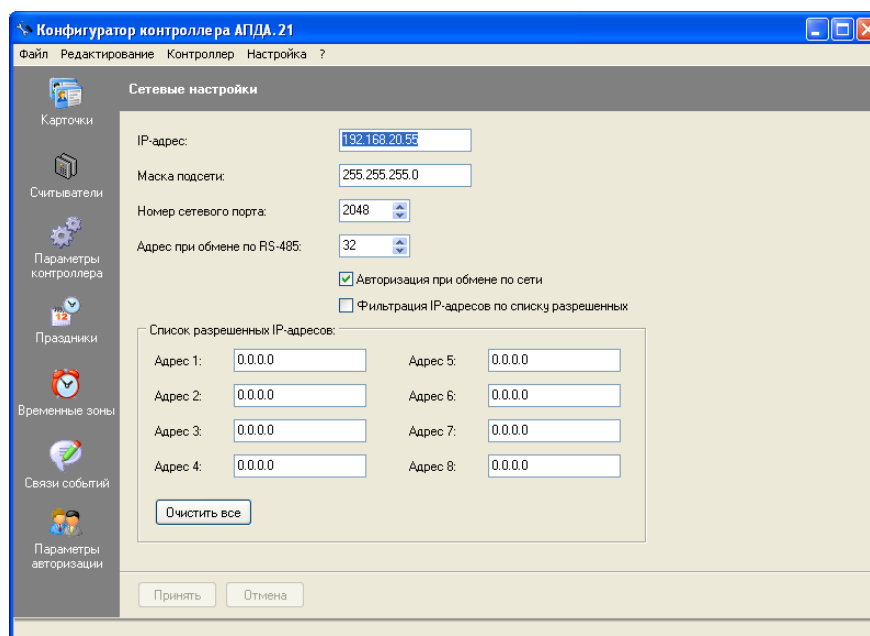

Рисунок 267
- 10) Выберите пункт меню "Редактирование/Сетевые настройки". В рабочем окне программы отобразится окно "Сетевые настройки" (см. Рисунок 267).